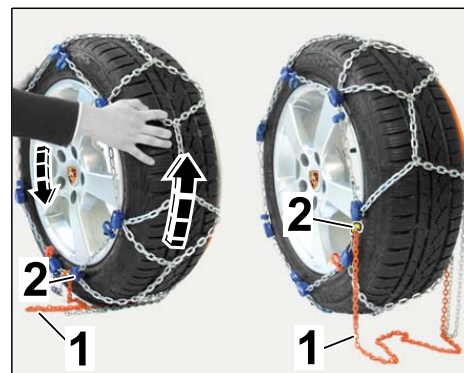

Figura 7
2.2.1 Hacer avanzar o retroceder la rueda aprox. 1/4 de su perímetro (⇒ *Figura 7 -Flechas-*).
La cadena tensora (⇒ *Figura 7 -1-*) **NO** debe quedar debajo de la rueda.